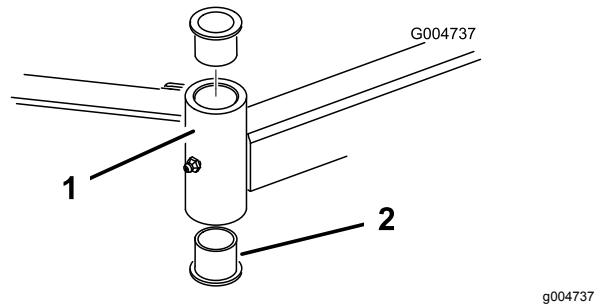

Bild 28
4. Stecken Sie einen Dorn oben oder unten in das Befestigungsrohr und treiben die Büchsen heraus (Bild 28). Treiben Sie dann die andere Büchse aus dem Rohr heraus. Reinigen Sie die Innenseite der Rohre.